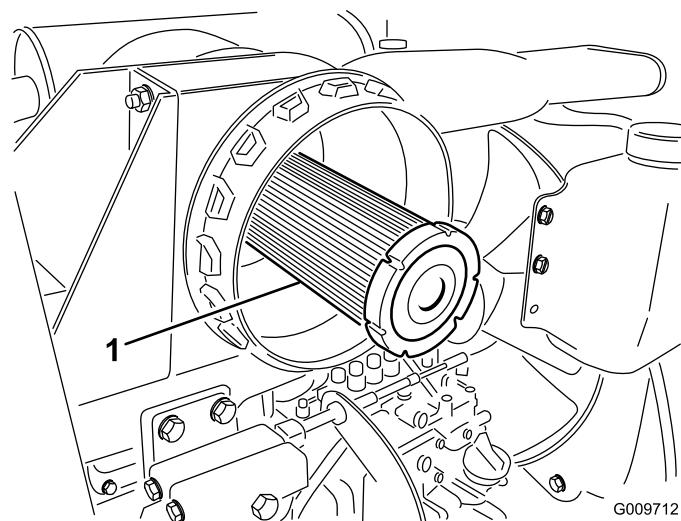

图40
**重要事项** 禁止尝试清洁安全滤芯 (图40)。主滤芯每维修 3 次以后更换一次安全滤芯。